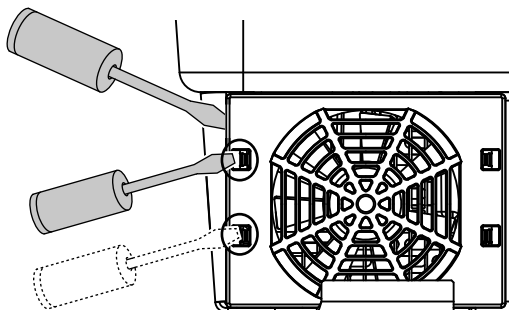

Abb. 74: Befestigungslaschen lösen
3. Mit einem zweiten Schraubendreher die Befestigungslaschen zur Lüftermitte drücken. Lüftereinheit leicht hervorziehen.  **Abb. 74**